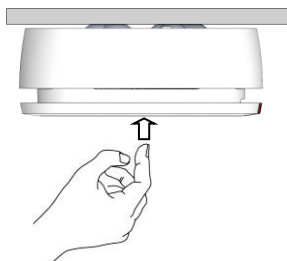

Figure 12
1. Appuyez fermement sur le boîtier (*reportez-vous à la Figure 12*). Si le détecteur fonctionne correctement, une alarme incendie est déclenchée (*reportez-vous à la section Témoins lumineux/sonores*) et un message d'alerte est envoyé au récepteur du système.